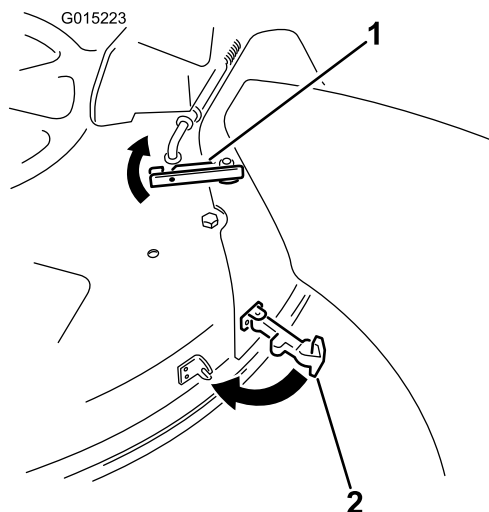

Figura 22
- Sopra la guida di scarico, posizionate il fermo superiore attorno all'asta orientabile del deflettore, come illustrato nella Figura 22.
- Fissate la guida di scarico al piatto di taglio agganciando il fermo flessibile sulla guida di scarico al fermaglio saldato sul piatto di taglio (Figura 22).